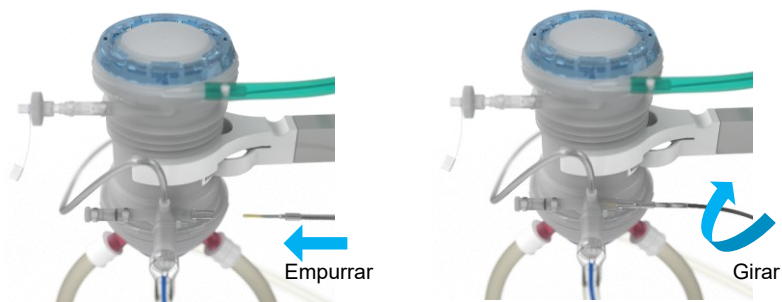

Figura 15 Conexão do sensor de temperatura ao oxigenado
- Conecte o sensor HA T1 vermelho à saída do oxigenador da AH e o sensor PV T1 vermelho à saída do oxigenador da VP (Figura 15).